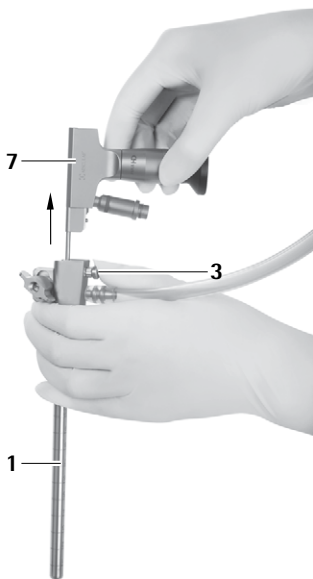

Fig. 11
- Presser le bouton de déverrouillage **3** et retirer l'endoscope **5** hors du trocart MINOP InVent **1**, voir Fig. 11..